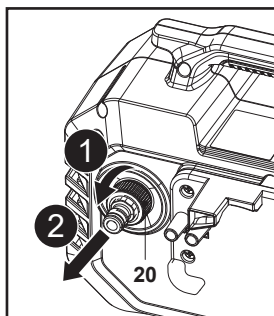

Fig. 15
1. Remova o adaptador de entrada de água (20) do conector de entrada de água (13) (Fig. 15).